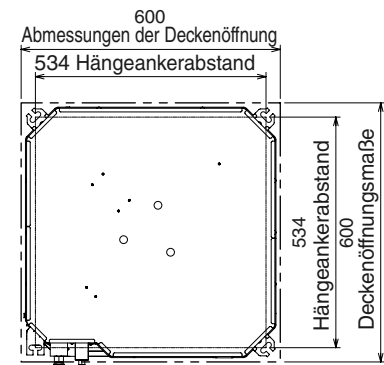

Abb. 3-45
- (2) Die Löcher in der Decke entsprechend der Darstellung (Abb. 3-45) herstellen.